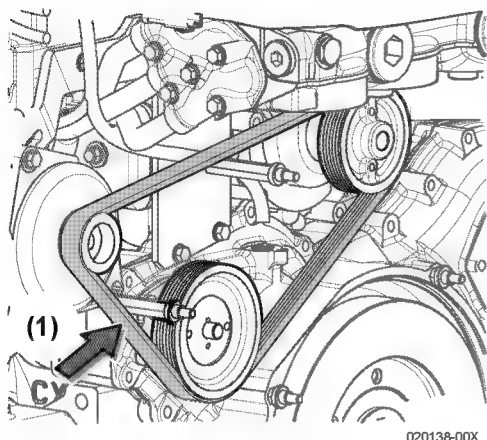

Figure 4
2. Vérifiez la courroie en poussant son milieu (**Figure 4, (1)**) avec votre doigt. Avec une force modérée, la courroie devrait dévier de 5 à 6 mm (approximativement 1/4 de pouce).